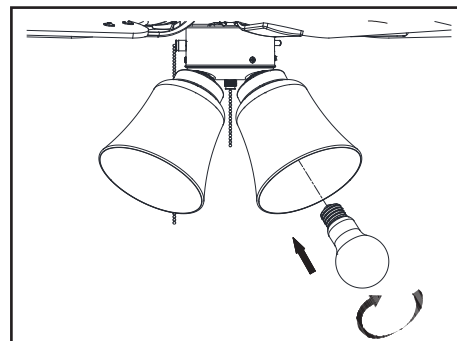

Figura 15
7. Engancha las extensiones de cadenas de interruptor incluidas a las cadenas del kit de luces y del ventilador. (Figura 15)